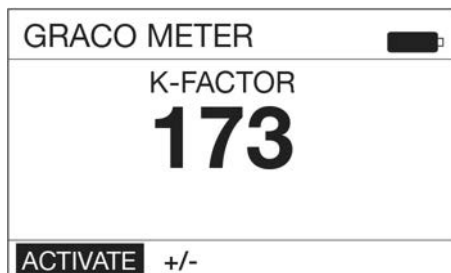

FIG. 15
- Le facteur d'étalonnage K s'affiche, tel qu'illustré sur la FIG. 15 .
- Sélectionner l'option ACTIVATE (Activer) puis appuyez sur la touche ENTREE sur le clavier pour lancer l'étalonnage de la vanne de distribution de précision (FIG. 15).